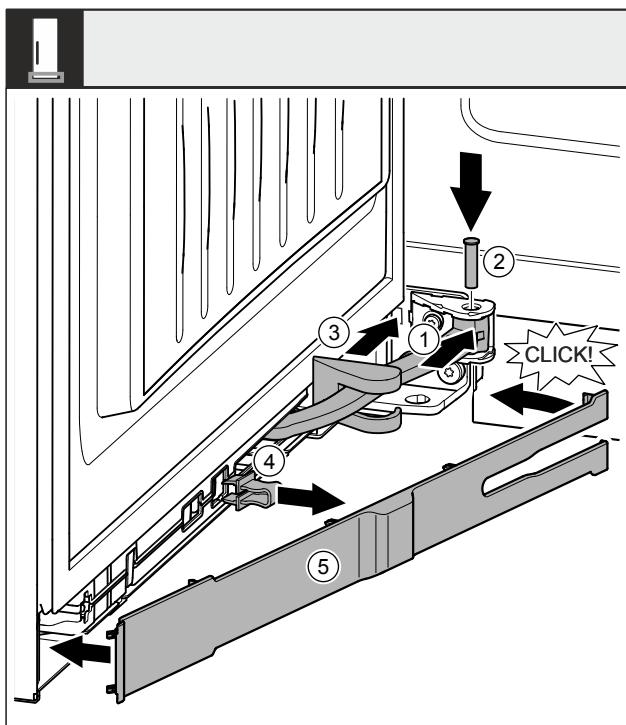

Fig. 47
- Gire la bisagra Fig. 47 (1) hacia la suspensión.
- Con un destornillador, inserte el perno Fig. 47 (2) en la suspensión y la bisagra. Asegúrese de que la leva de bloqueo asiente correctamente en la ranura.
- Deslice la cubierta del soporte del cojinete Fig. 47 (3) a lo largo de la bisagra y colóquela sobre la suspensión.
- Retire el seguro Fig. 47 (4).
- Coloque la tapa ciega Fig. 47 (5) del lado del tirador y encájela.